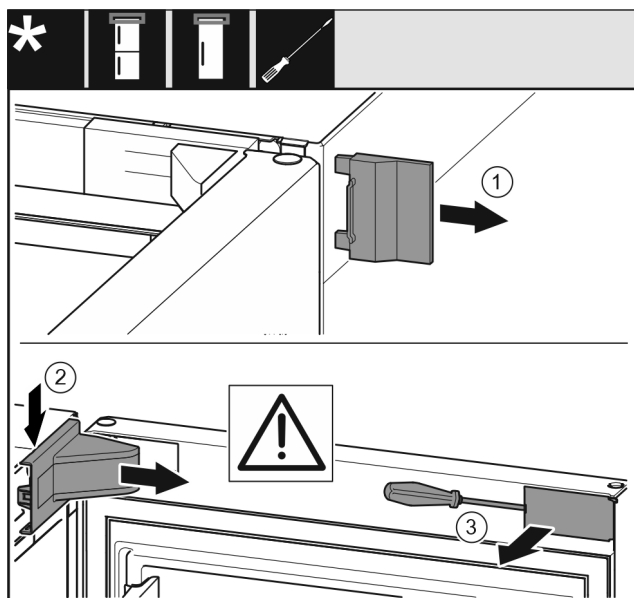

Fig. 7
- Снимите внешнюю крышку Fig. 7 (1).
- При помощи отвертки отцепите крышку опорного кронштейна Fig. 7 (2) и снимите ее.
- При помощи шлицевой отвертки отцепите накладку Fig. 7 (3) и отведите ее в сторону.